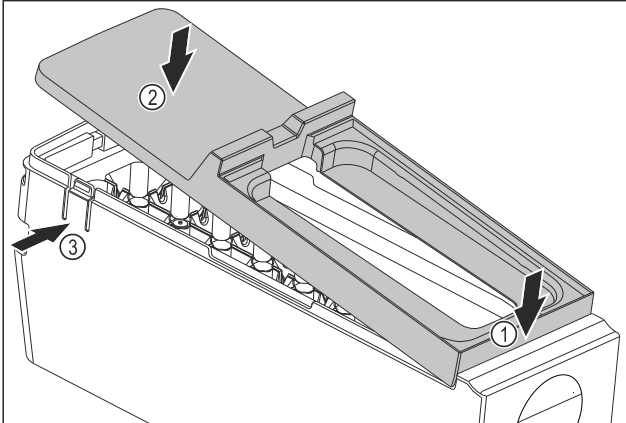

Fig. 77
- ▶ Встановіть кришку корпусу EasyTwist-Ice: Прикріпіть кришку спереду. Fig. 77 (1)
- ▶ Опустіть кришку ззаду. Fig. 77 (2)
- ▷ Кришка зі звуком фіксується в обох виступах Fig. 77 (3).